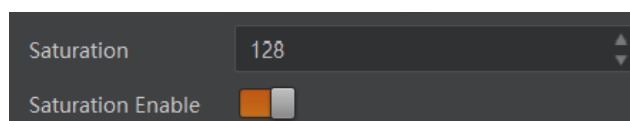

图7-37 调节饱和度
2. 在 *Saturation* 参数中输入需要设置的数值，参数范围为 0~255，如图 7-37 所示。